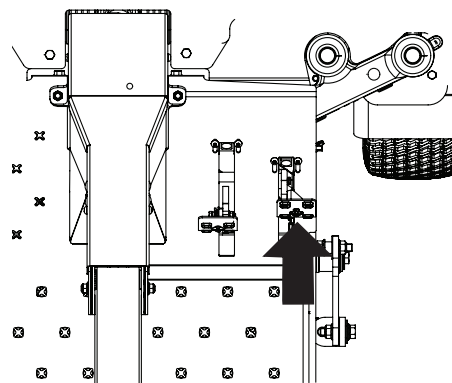

Fig. 26
1. Presione lentamente el pedal de marcha atrás. La cortadora de césped comenzará a desplazarse hacia atrás (Fig. 26).